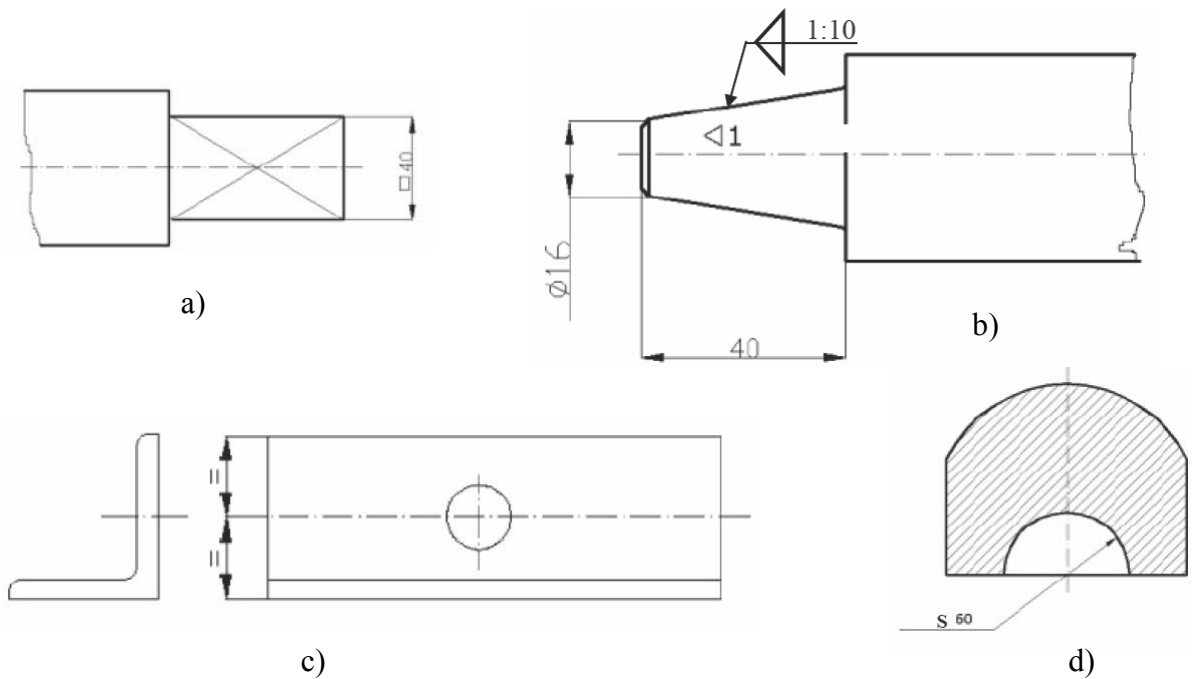

Figura 4.11. Simboluri utilizate la cotare: a) pentru un pătrat; b) pentru o conicitate; c) pentru o egalitate de cote; d) pentru o suprafață sferică
- - scris înaintea cotei laturii unui pătrat, astfel ca latura pătratului să fie egală cu cca. 5/7 din dimensiunea nominală a cotelor (figura 4.11. a);
- ▷ sau ◁ - scris înaintea cotei unei conicități în locul modului de notare a conicităților, cu vârful triunghiului îndreptat spre baza mică a conicității (figura 4.11. b);
- = - trasat deasupra a două linii de cotă în continuare, indică egalitatea informativă (fără toleranță) a cotelor respective. În acest caz nu se scriu valori numerice (figura 4.11. c);
- S - scris înaintea cotei care indică raza sau diametrul sferei, în cazul cotării suprafețelor sferice (figura 4.11. d).